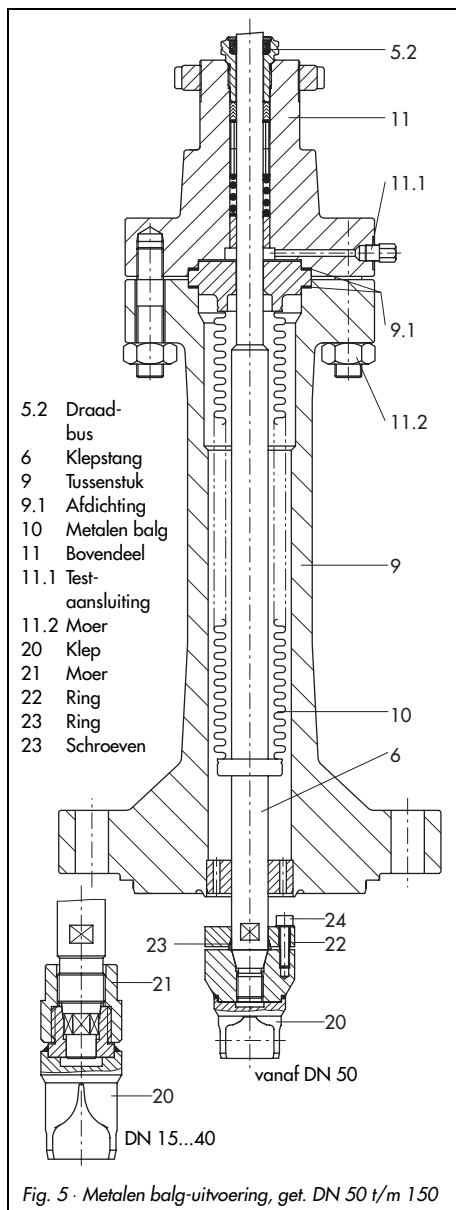

Fig. 5 - Metalen balg-uitvoering, get. DN 50 t/m 150
Wanneer bij de uitvoering met metaalbalgafdichting (fig. 5) op de bovenste flens een test aansluiting (11.1) aanwezig is, kan daar de lekdichtheid van de balg worden gecontroleerd. Vooral bij vloeistoffen en stoom verdient het aanbeveling daar een geschikte lekkage-indicatie aan te sluiten (bijv. contactmanometer, afvoer naar open vat of kijkglas).
De metalen balg (10) kan alleen als compleet geheel samen met de klepstang worden vervangen. Ga daarvoor conform par. 5.1.2 te werk (fig. 5).